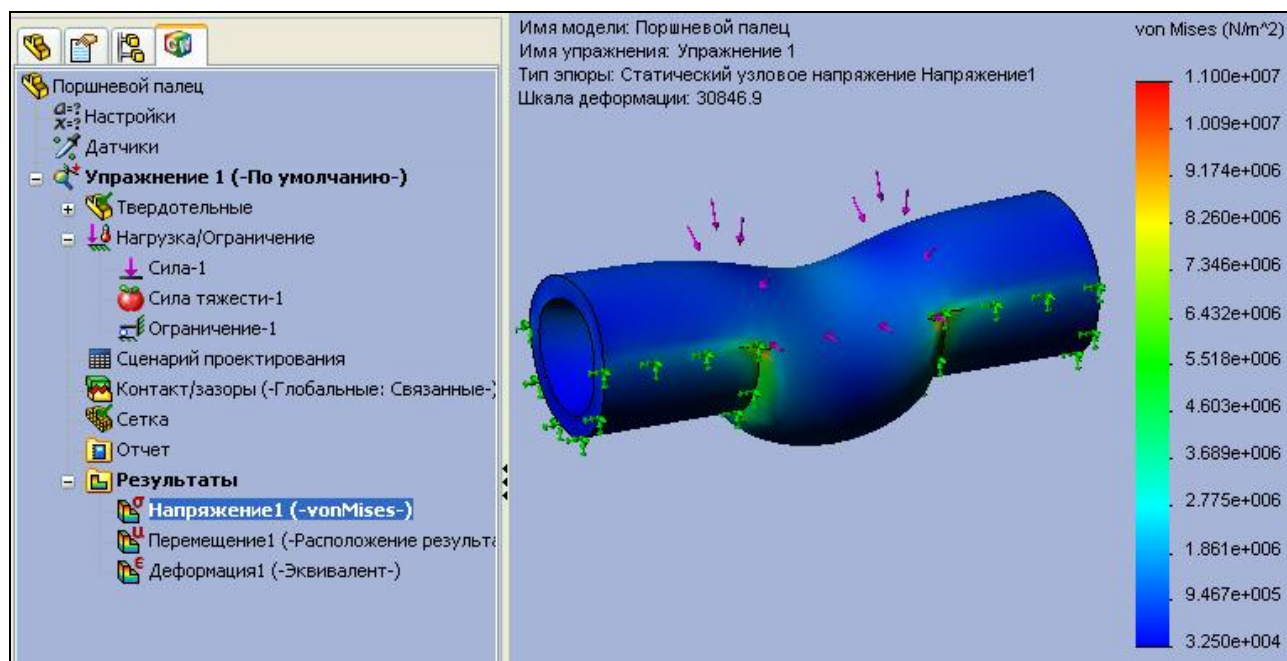

Рис. 5.10. Результаты расчета поршневого пальца
8. После успешного расчета проведите анализ напряженного состояния модели с просмотром эпюр (рис. 5.10). Как строить эпюры, показано в пп. 11-17 разд. 3.2.